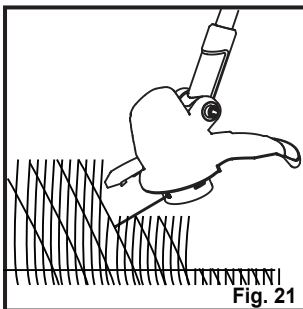

Fig. 21
- Coupez de manière répétitive du haut vers le bas et en plusieurs couches lorsque l'herbe est très haute (Figures 21 à 22).